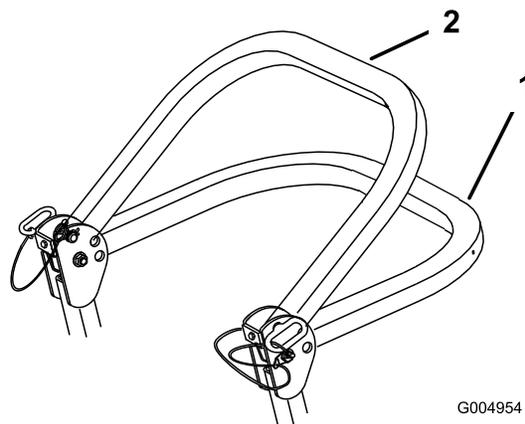

Figure 9
2. Descendez l'arceau de sécurité à la position abaissée. La position abaissée est à deux niveaux (voir Figure 9).